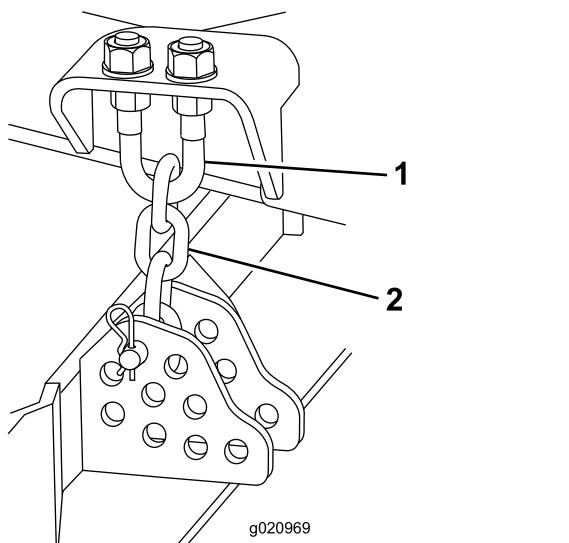

図 121
4. 刈高チェーンをカッティングユニット後部に固定しているヘアピンコッターとクレビスピンドルを取り外す図 121。